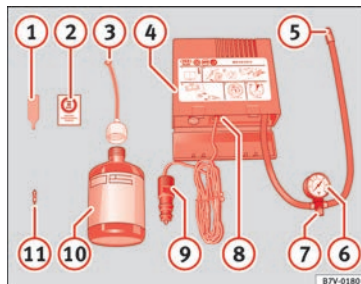

Fig. 86 Representación estándar: contenido del kit antipinchazos.
El kit antipinchazos se encuentra en el compartimento del maletero bajo el revestimiento del suelo. Incluye los siguientes componentes »» fig. 86:
Vuelva a enroscar el tubo de inflado » fig. 86 ⑤ y compruebe la presión en el manómetro ⑥.